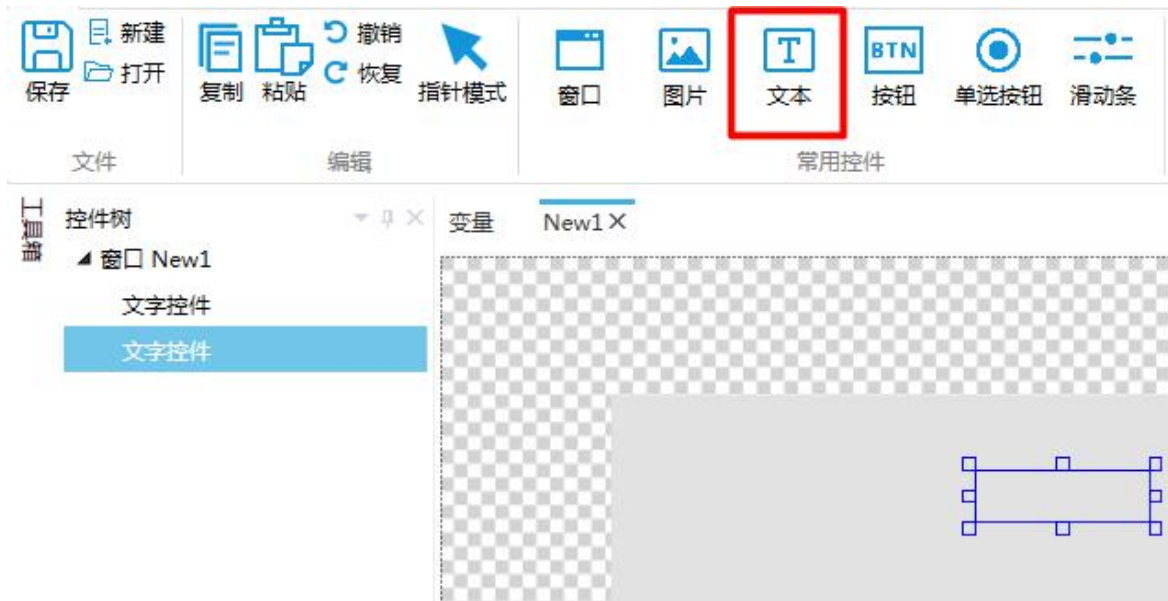

图 6.1 添加文本控件
1、点击常用模块中的文本控件，添加两个文本控件，一个作为星期显示，一个作为时间显示，如图 6.1 所示。